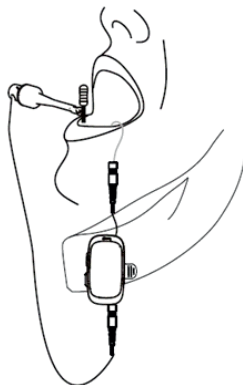

Рис.11
А) Включите питание Рис.11 апекслокатора (п.7.2)
- щуп-зажим (или щуп «Probe Touch») присоедините к металлической части файла, введенного в корневой канал исследуемого зуба (рис.11).